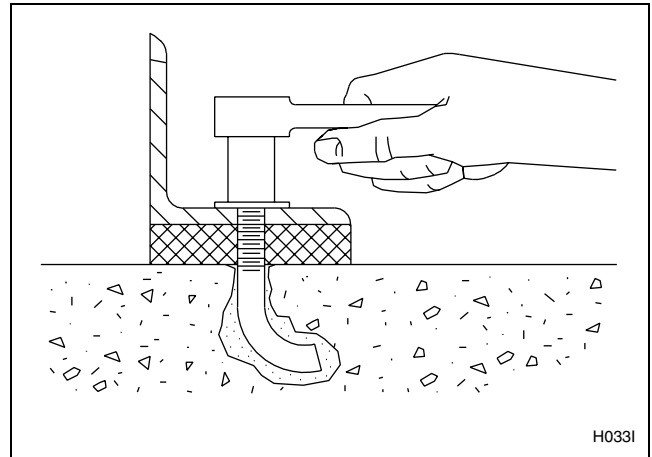

Figura 8
8. Si no se requiere aplicar una lechada de cemento, coloque arandelas y tuercas de fijación en los pernos en forma de J y apriete las tuercas de fijación en incrementos parejos, una tras otra, hasta que todas queden apretadas en forma uniforme y que la máquina quede bien fija al piso. Consulte la *Figura 8*.